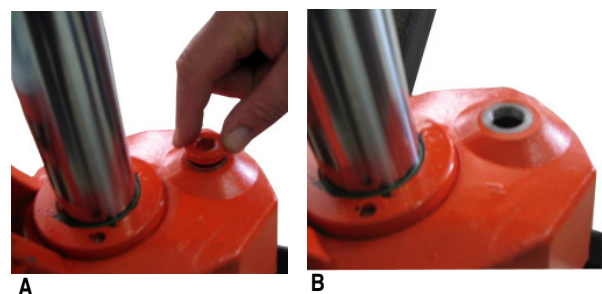

Abb. 8: Montage der Entlüftungsschraube
Schritt 1: Stellen Sie den Scherengabelhubwagen auf eine ebene Fläche. Entfernen Sie die Transportsicherungsschraube am Pumpengehäuse mit einem Imbiss Schlüssel (Pos. A, Abb.8).
Schritt 2: Säubern Sie die Planfläche des Einfüllstutzens und die Unterlegscheibe der Transportsicherung. Heben Sie die Transportsicherung für die spätere Verwendung gut auf (Pos.B, Abb.8).